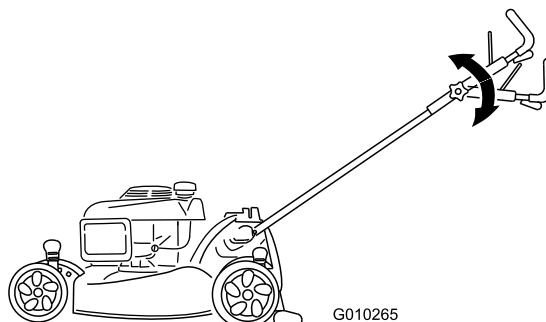

Figuur 17
1. De bovenste handgreepschroef losdraaien (Figuur 17).